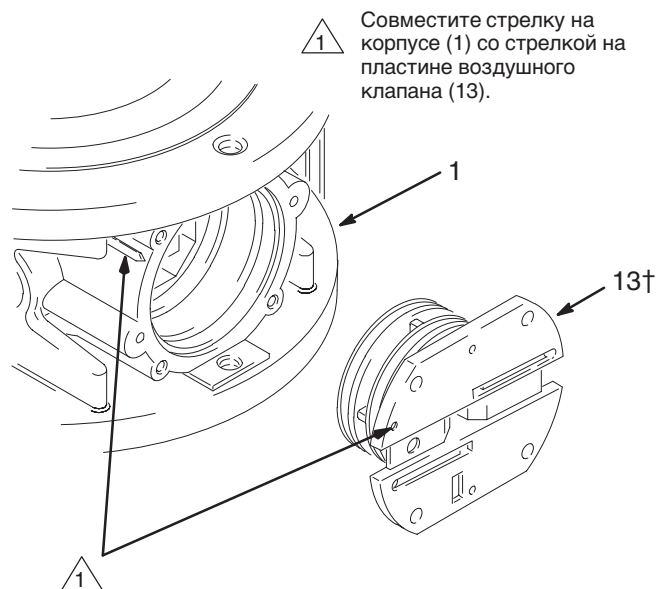
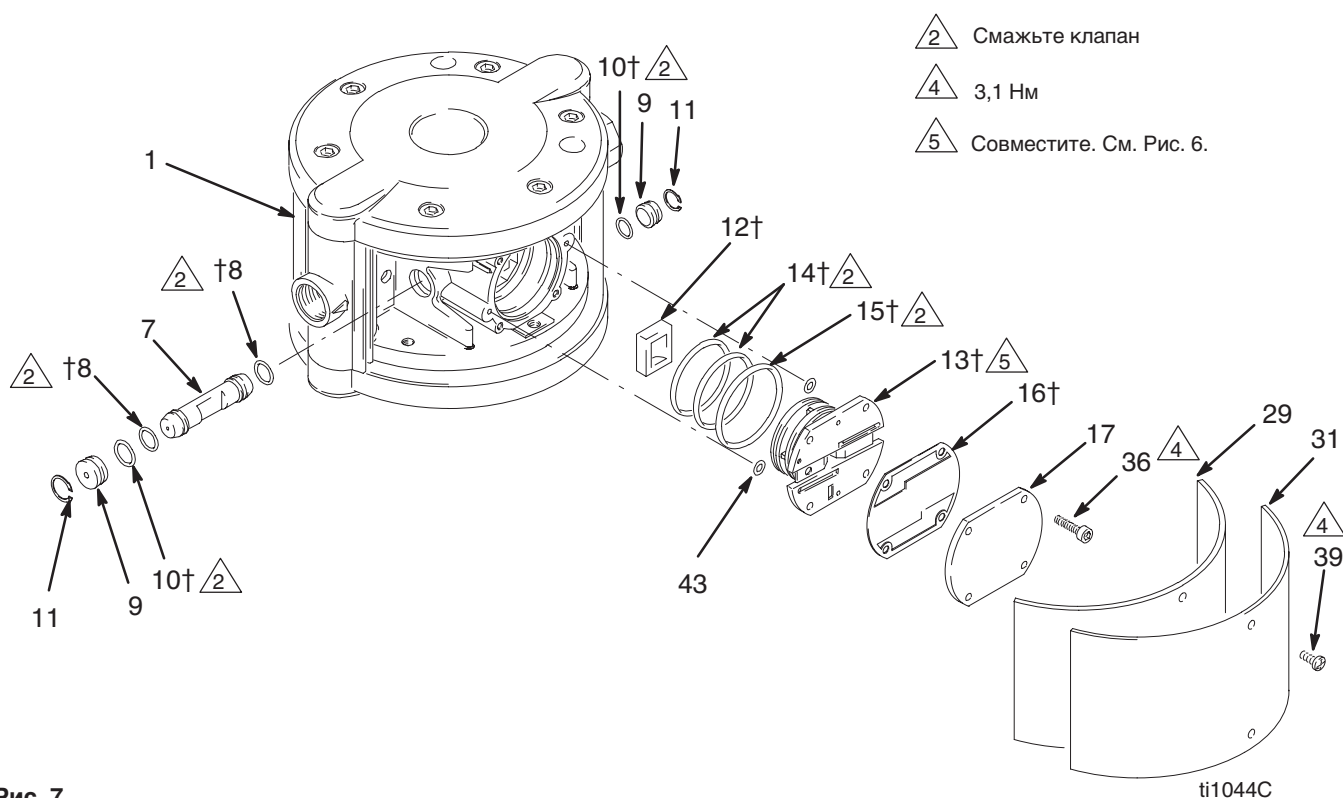

Рис. 6
Рис. 7
1. Снимите боковую крышку (31) и фетровый увлажнитель (29).
2. Отверните четыре винта (36) и снимите крышку воздушного клапана (17) и прокладку (16). См. Рис. 7.
3. См. Рис. 6. Отметьте ориентацию пластины воздушного клапана (13). Вытащите пластину из центрального корпуса (1). Снимите три уплотнительных кольца (14, 15) и два уплотнительных кольца (43) с пластины. См. Рис. 7.
4. Снимите крышку воздушного клапана (12) с центрального корпуса (1).
5. Снимите стопорные кольца (11) и заглушку (9) с обеих сторон и сдвиньте каретку (7) с центрального корпуса (1). Снимите два уплотнительных кольца (8, 10) с каретки и заглушки.
1. Смажьте уплотнительные кольца (8†) и установите их на каретку (7). Сдвиньте каретку в центральный корпус (1), так, чтобы выступ смотрел наружу, как показано на Рис. 7.
2. Смажьте каждое уплотнительное кольцо (10†) и установите их на заглушки (9). Для крепления каретки (7) установите заглушки с каждой стороны. Установите стопорные кольца (11) для фиксации деталей на месте.
3. Установите крышку воздушного клапана (12†) в выступ каретки (7) так, чтобы открытая сторона была направлена наружу.
4. Установите два уплотнительных кольца (43) в ответную часть воздушного мотора.
5. Смажьте большое уплотнительное кольцо (15†) и два маленьких уплотнительных кольца (14†) и установите их на пластине воздушного клапана (13†). Совместите точку на пластине со стрелкой на центральном корпусе (1) как показано на Рис. 6. Установите пластину в корпус.
7. Установите на место крышку воздушного клапана (17) и винты (36). Затяните винты с усилием в 3,1 Нм.
9. Снова установите фетровый увлажнитель (29) и боковую крышку (31). См. стр. 14.